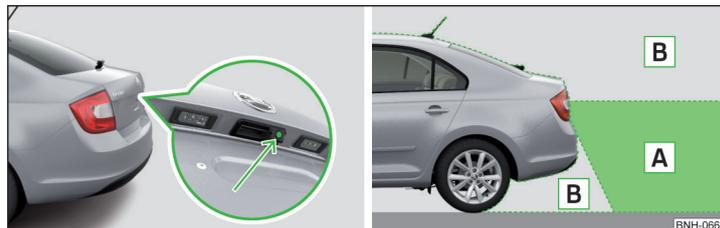

Fig. 115 Emplacement de montage de la caméra / Zone détectée derrière le véhicule
La caméra pour enregistrer la zone derrière le véhicule se trouve dans la poignée du capot du coffre à bagages » fig. 115.
**Zone derrière le véhicule** » fig. 115